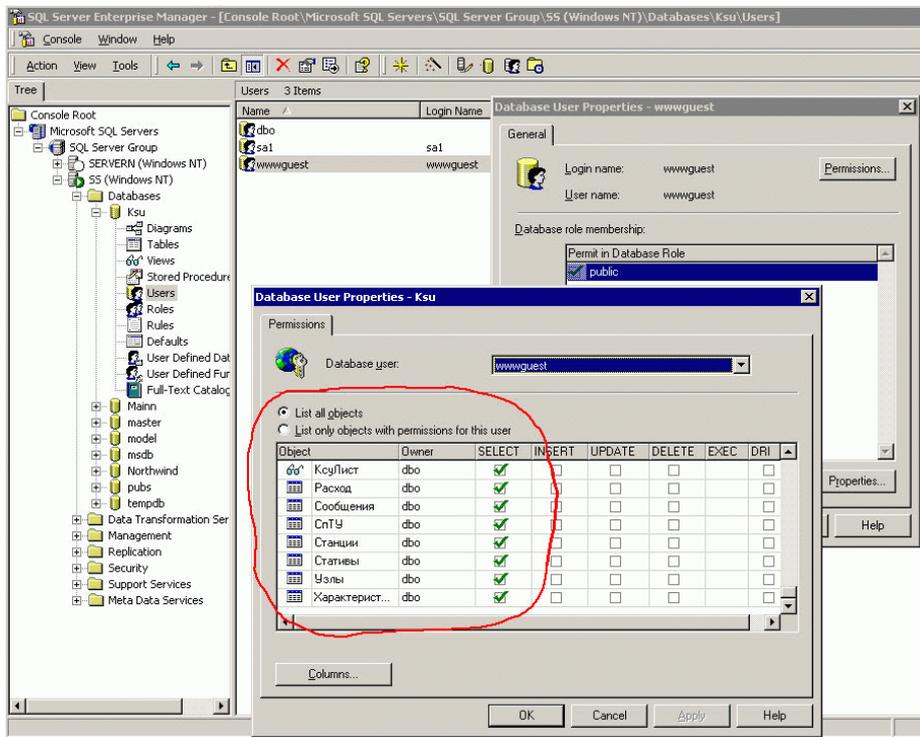

Рис. 5
3. Проверить права пользователей на доступ к таблицам базы данных KSU (Рис. 5).